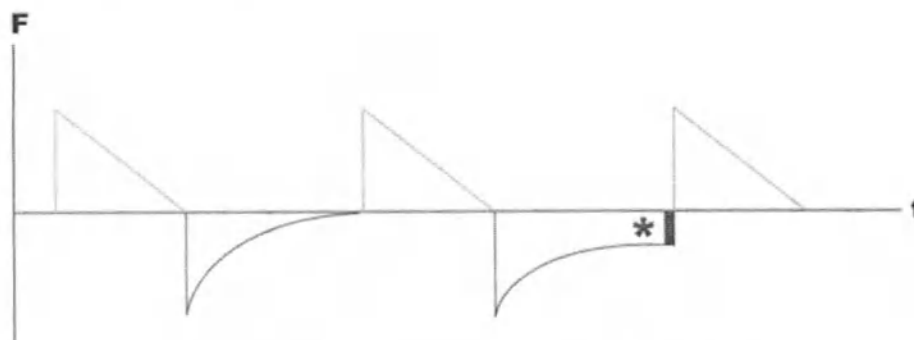

Рисунок 3.15 – Формирование Auto-PEEP
- 1 Формирование эффекта Auto-PEEP на кривой потока (см. рисунок 3.15). Кривая экспираторного потока, поднимаясь снизу вверх, перестает достигать изолинии и останавливается в зоне отрицательных значений.